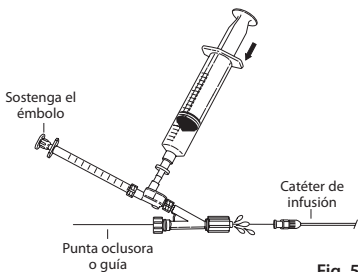

Fig. 5
7. Para conectar la válvula de no retorno y el adaptador Tuohy-Borst al catéter de infusión, afloje la válvula Tuohy-Borst y deslice el conjunto por la punta oclusora. Antes de conectar el conjunto al catéter, mantenga fijo el émbolo de la jeringa de 1 mL y presione la jeringa de 20 mL, y asegúrese de que se purga todo el aire del conjunto. Deje un poco de solución en la conexión Luer Lock del adaptador Tuohy-Borst antes de conectarlo al catéter de infusión. **(Fig. 5)**